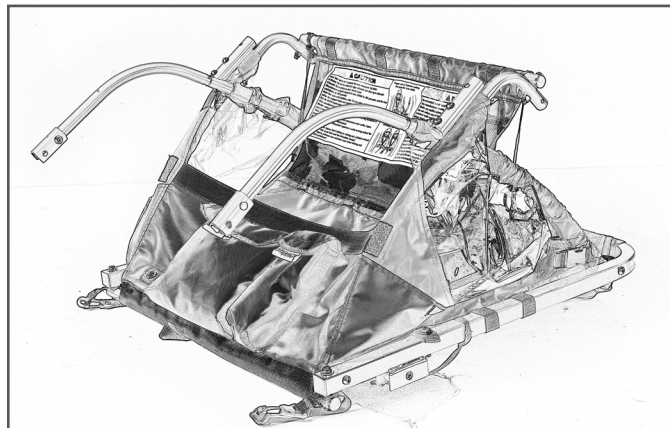

図38
9. イメージのように上部キャビンを折り畳んでください(図38):